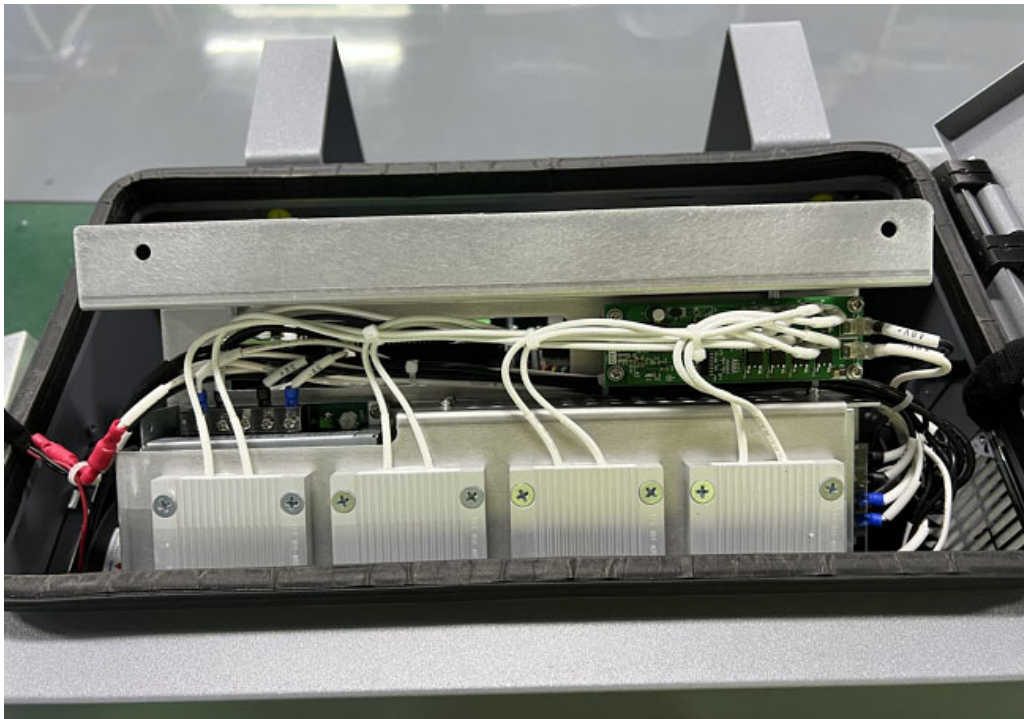

图 3-41：重连线缆
5. 将新的刹车板用螺钉固定在钣金上，并将刹车电阻连接线和 48V 供电线接入，如图 3-41 所示：